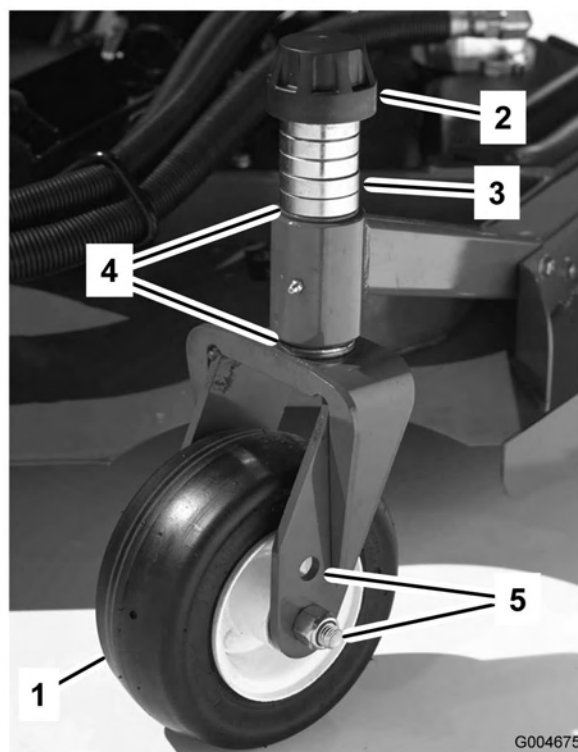
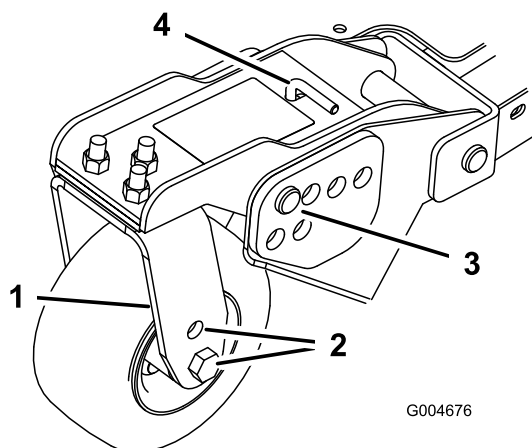
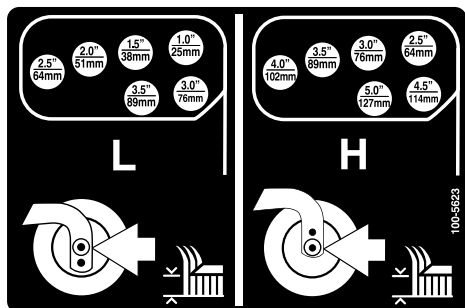

Figure 18
Figure 20
Figure 21
1. Placez les essieux des roues pivotantes dans les mêmes trous sur toutes les fourches (Figure 18 et Figure 20). Pour choisir les trous corrects pour la hauteur de coupe requise, reportez-vous au tableau suivant.
2. Enlevez le chapeau de tension de l'axe de pivot (Figure 18) et sortez l'axe du bras pivotant. Remplacez les 2 cales (3 mm) sur l'axe de pivot comme à l'origine. Elles sont requises pour que les plateaux de coupe soient parfaitement de niveau sur toute la largeur. Placez le nombre requis d'entretoises de 1,25 mm sur l'axe de pivot pour obtenir la hauteur de coupe voulue, puis ajoutez la rondelle.
4. Enlevez la goupille fendue et les axes de chape des bras pivotant (Figure 20).
5. Tournez la tige de tension pour élever ou abaisser le bras de pivot jusqu'à ce que les trous soient en face de ceux du support de hauteur de coupe sélectionnés dans le bâti du plateau de coupe (Figure 20 et Figure 21).